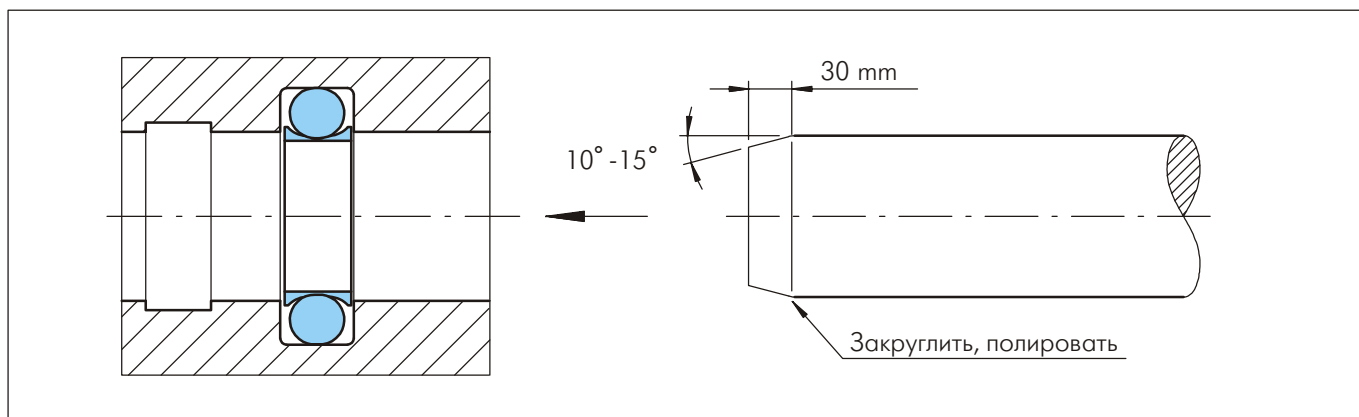

Рисунок 13 Калибровка установленного уплотнения оправкой
- Для калибровки уплотнения применяйте оправку с фаской от 10° до 15° и скосом приблизительно 30 мм (Рис. 13).